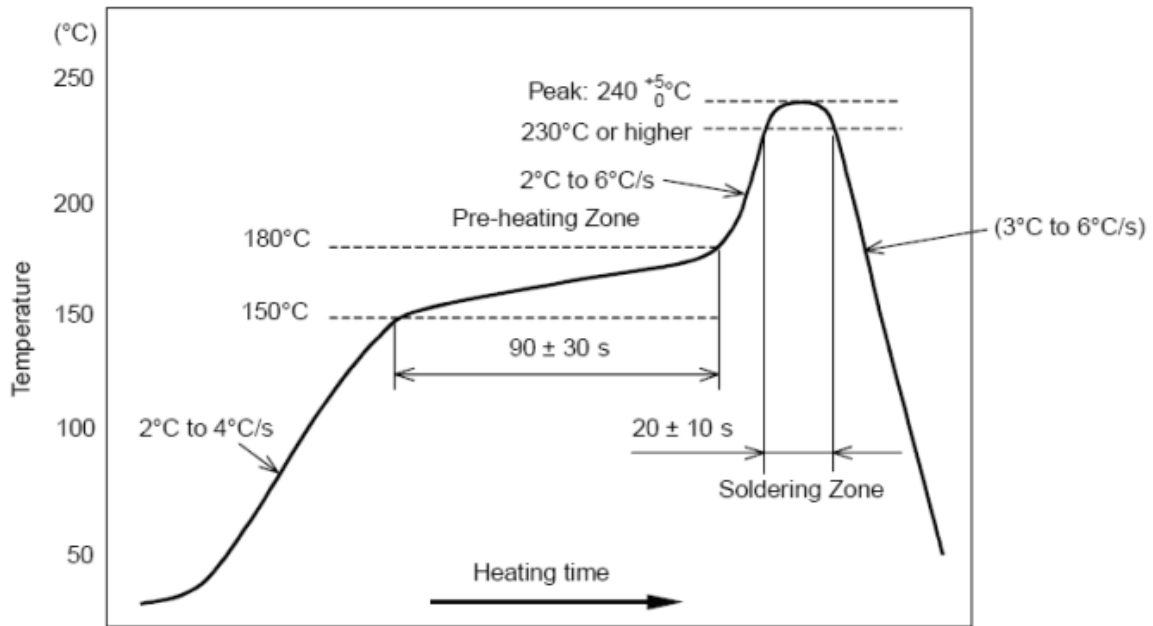

图 7. 部件的焊接耐热性温度曲线(焊接点)
- 2、允许回流焊次数：2 次，基于以下回流焊(条件)(见图 7)；
- 3、温度曲线：回流焊应按照下列温度曲线(见图 7)；